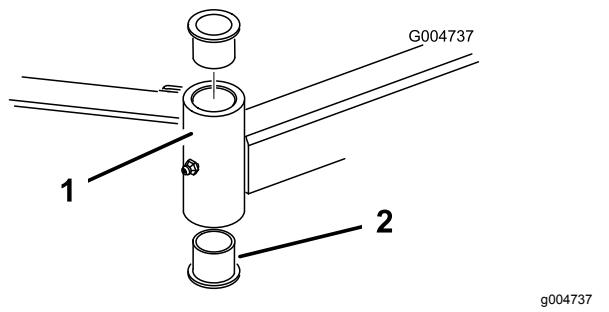

Bild 26
4. Stecken Sie einen Dorn oben oder unten in das Befestigungsrohr und treiben die Büchsen heraus (Bild 26). Treiben Sie dann die andere Büchse aus dem Rohr heraus. Reinigen Sie die Innenseite der Rohre.